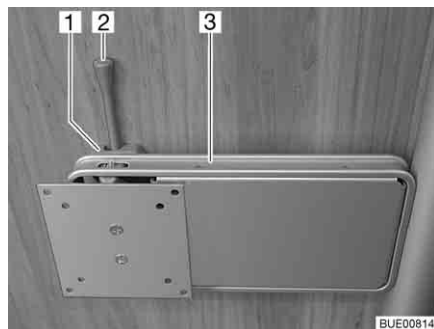

Fig. 44 Support sur colonne
- Pousser le levier de déverrouillage (Fig. 44,2) sur le côté et pivoter le support (Fig. 44,3) et l'écran plat pour les amener en position souhaitée.
- Pivoter l'écran plat en sens inverse, jusqu'à ce que le support (Fig. 44,3) s'enclenche dans le verrouillage (Fig. 44,1).